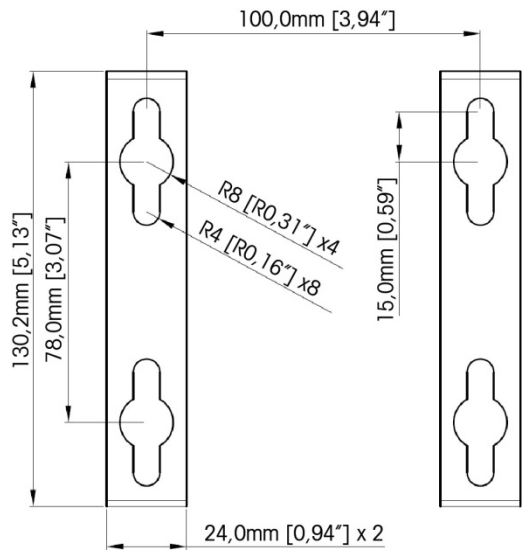
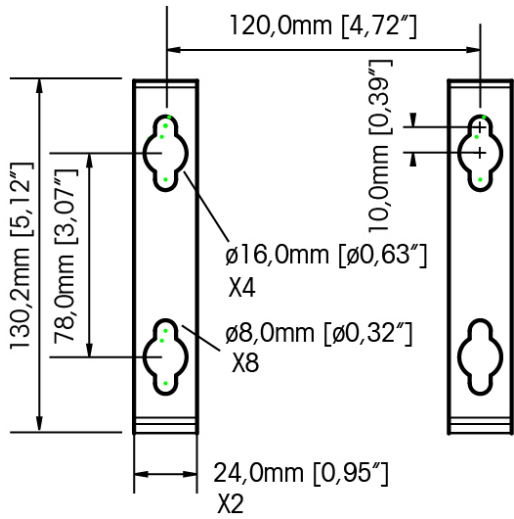

Abbildung 2-16: VESA-Montagemuster (00 x 100mm) (In IND570 Terminals nach April hergestellt, 2016)
Abbildung 2-17: Original-Montagemuster (In IND570 Terminals bis April hergestellt bis 2016)
- Markieren Sie die Position der Montagebohrungen auf der vertikalen Wand mit den Maßen in Abbildung 2-16 und Abbildung 2-17 oder halten Sie das Terminal an die Wand und markieren Sie dann die Bohrungen für die Halterung.